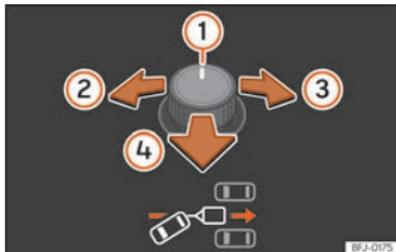
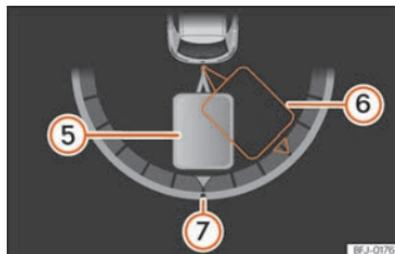

Abb. 152 Drehknopf für die Außenspiegel: Ausrichtung des Anhängers einstellen.
Abb. 153 Bildschirm des Kombi-Instruments: Rückwärtsfahren.
Legende zu **»»» [Abb. 152]**, **»»» [Abb. 153]**:
- Drehknopf kippen, bis die gewünschte Richtung erreicht ist **»»» [Abb. 152]**. Am Bildschirm des Kombi-Instruments erscheint zur Orientierung eine Darstellung des Gespanns in der aktuellen Position **»»» [Abb. 153]**.